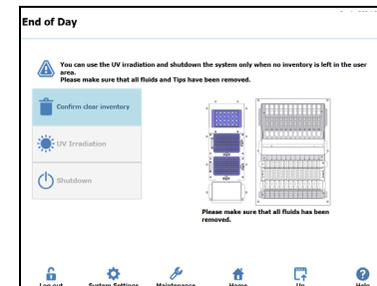

Figura 17: Schermata End of Day (Fine Giornata)
24. Nella schermata principale selezionare "End of Day" (Fine Giornata) per visualizzare la seguente schermata (Figura 17).